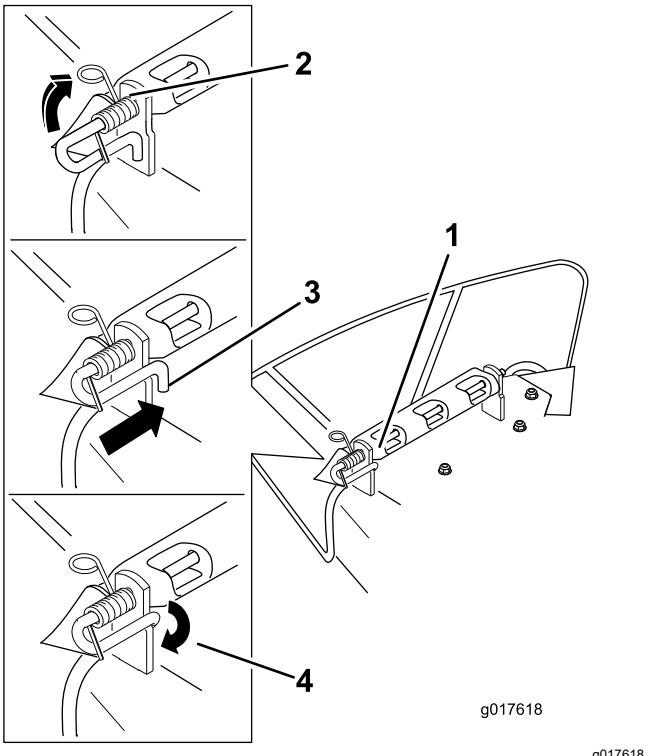

Figura 80
4. Posicione o novo defletor de descarga com as extremidades do suporte entre os postes soldados na plataforma como se mostra na Figura 80.
6. Posicione a mola na barra como se mostra na Figura 80 de forma a que a extremidade mais pequena da mola saia por baixo da barra antes da dobragem e que passe por cima da barra quando regressa da dobragem.
7. Eleve a extremidade com volta da mola e coloque-a no entalhe do suporte do defletor (Figura 80).
8. Prenda o conjunto da barra e mola rodando-o de forma a que a extremidade curta da barra esteja por detrás do suporte frontal soldado à plataforma (Figura 80).